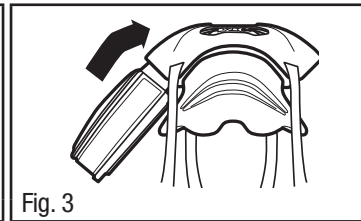

Fig. 3
3. Si el cartucho/filtro no cabe a presión en el lugar cuando se inserta, puede deberse al ángulo de inserción. Levante ligeramente el cartucho/filtro hasta que encaje en su lugar (Fig. 3).